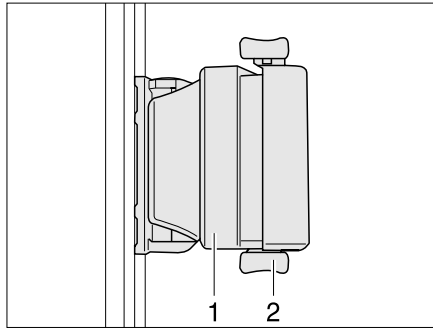

Bild 51 Schiebefenster mit Druckverriegelung
- Verriegelung (Bild 51,2) nach oben drücken.
- Griff (Bild 51,1) drücken und gleichzeitig nach vorn oder hinten schieben.